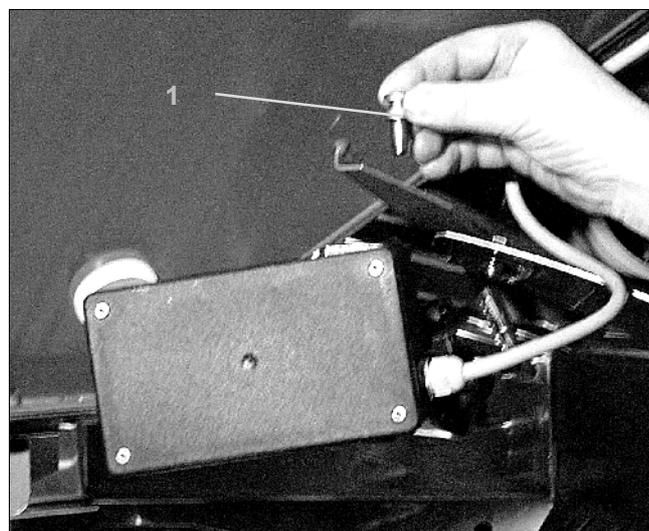

Fig. 102
- Begge ledbolte (Fig. 102/1) fjernes